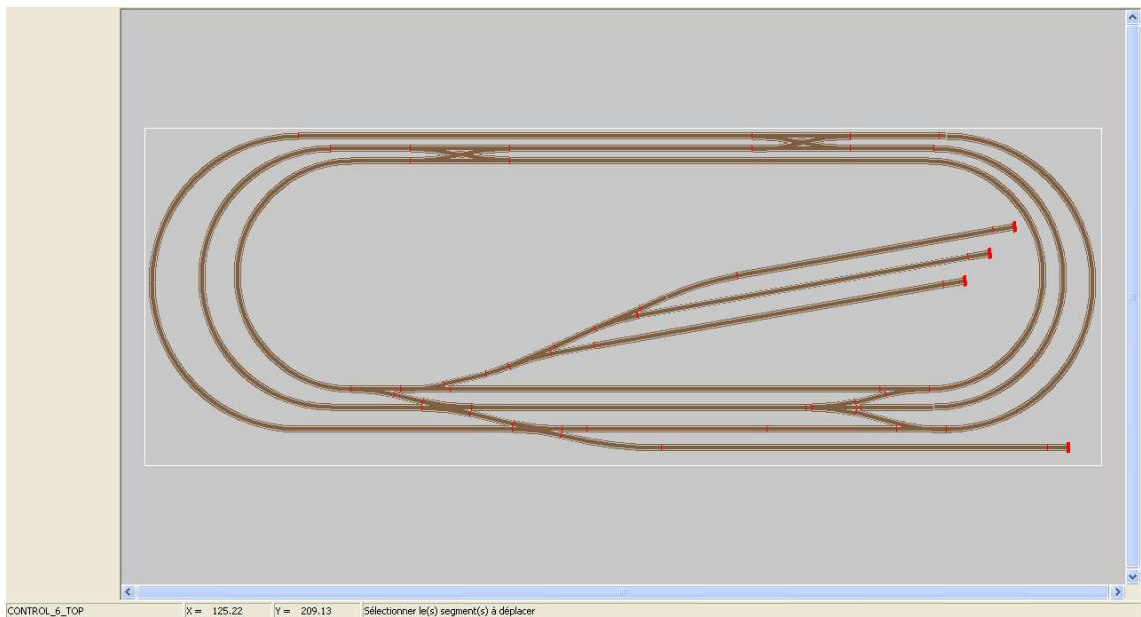

Figure MOVE-10: re-positionnement final.
- Confirmer le positionnement final (figure MOVE-10), en cliquant une troisième fois sur le bouton gauche de la souris.